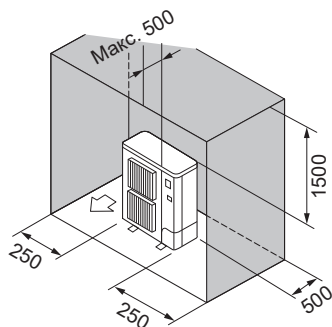

Fig. 2-8
- ⑥ Кедергілер тек артқы, бүйір жағында және одан жоғарыда (Fig. 2-8)